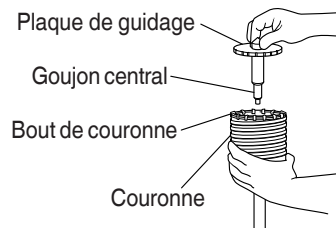

Fig. 20
- (3) Introduire le goujon central dans la plaque de guidage jusqu'à ce qu'il arrête.
- (4) Engager la plaque de guidage dans la couronne et tourner la plaque de guidage à gauche ou à droite de manière à ce qu'elle ne puisse pas tomber, même si elle est orientée vers le bas. (Fig. 20)